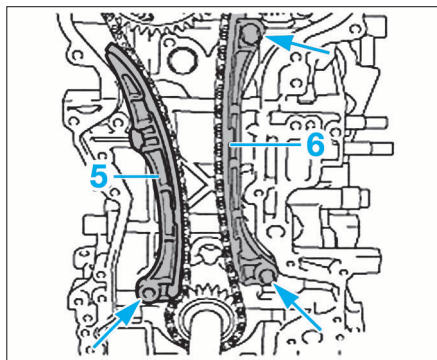

FIG. 22
- Déposer le guide-tendeur de chaîne (5) et le guide de chaîne (6) (fig. 22).
- Reposer le guide-tendeur de chaîne (5) et le guide de chaîne (6) (fig. 22).